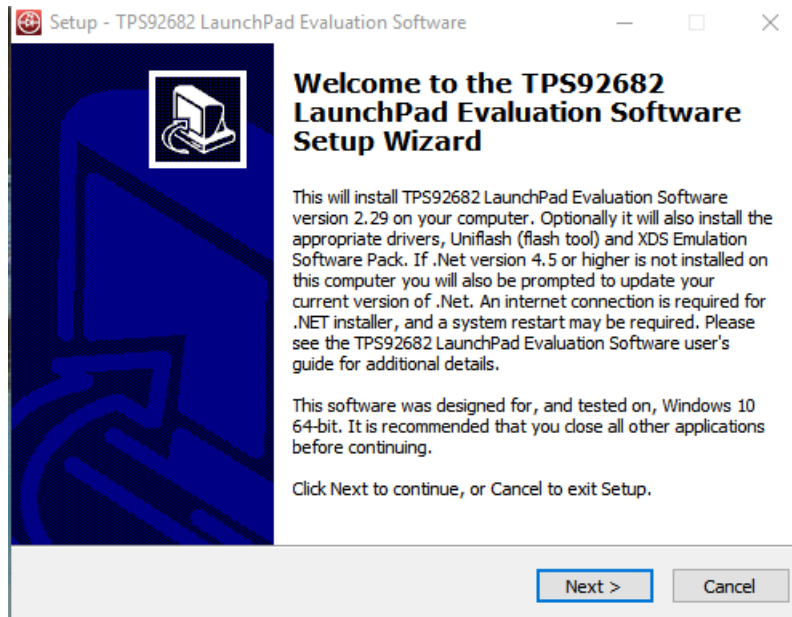

图 6-1. 设置屏幕 1
6. 运行 *TPS92682 LaunchPad Evaluation Software Installer.exe* 后，将显示评估软件窗口，如图 6-1 所示。